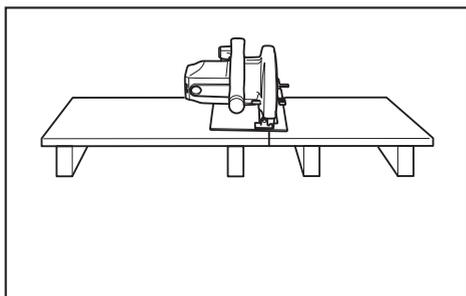

Fig. 1
8. **Apoie painéis grandes (Fig. 1 e 2).**
**Painéis grandes devem ser apoiados conforme mostrado na Fig. 1 para minimizar o risco de o disco emperrar e recuar.**
10. **Proteja contra recuos. (Fig. 1 e 3)**
**Mantenha os discos afiados.** Apoie painéis grandes conforme mostrado na Fig. 1.